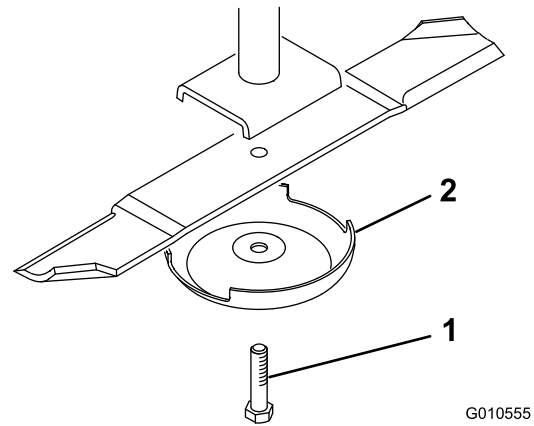

Figure 21
2. Tenez la lame à son extrémité avec un chiffon ou un gant épais. Enlevez le boulon, la coupelle de protection et la lame de l'axe de pivot (Figure 21).